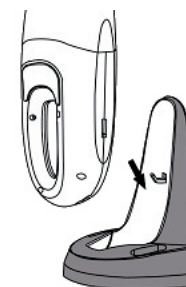

Figure 3
2. Faites glisser l'appareil sur le socle de mise en charge, la poignée vers le bas (Fig. 3).